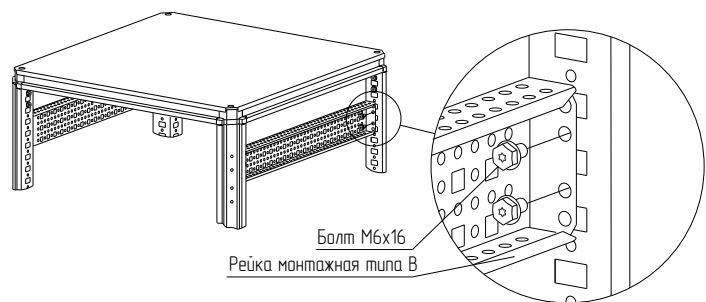

Рисунок 13
4.5.3.1 Установите рейку монтажную тип «В» между стоек 1 профиля на нужной высоте и закрепите болтами М6х16 (рисунок 13). Момент затяжки – 7 Н·м. Болты приобретаются отдельно.